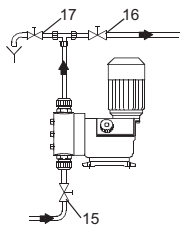

Рис. 15 Начальный пуск
- Откройте всасывающий и нагнетательный запорные клапаны (15, 16), если они установлены (см. рис. 15).
- Откройте клапан удаления воздуха (17), если он установлен на линии нагнетания или понизьте давление в линии нагнетания так, чтобы перекачиваемая среда могла выходить без преодоления противодавления.